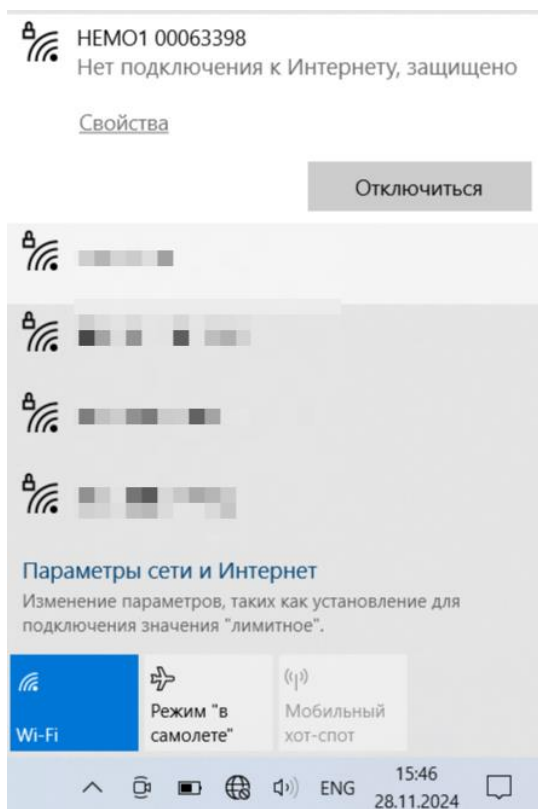

Рисунок 19
- после подключения появится следующая информация – наименование подключенной точки доступа Wi-Fi в виде наименования и заводского номера счетчика см. Рисунок 19;